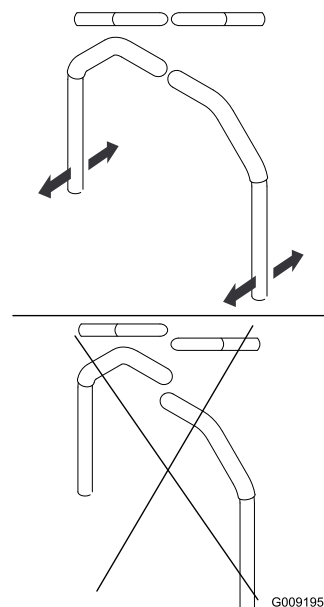

Figure 88
4. Réglez l'alignement avant/arrière des leviers en les plaçant simultanément à la position **POINT MORT**, puis faites-les coulisser jusqu'à ce qu'ils soient alignés et resserrez les boulons (**Figure 88**).